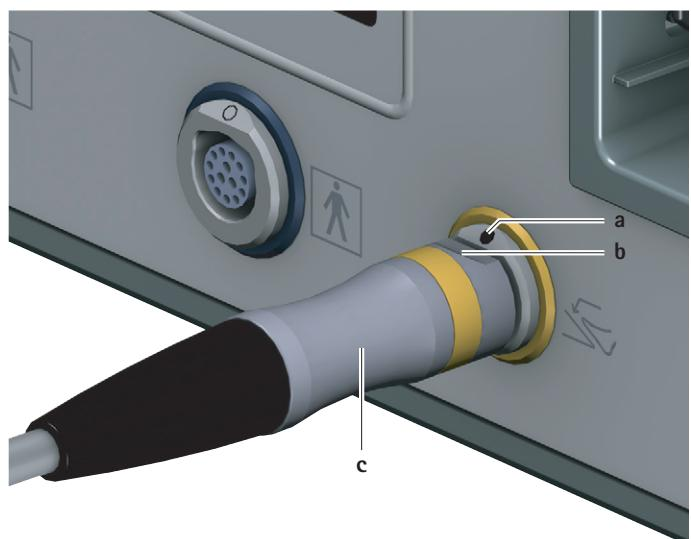

Fig. 2 Tænding af fodbetjening
- Vend stikket på fodbetjeningen c således, at markeringen b på stikket stemmer overens med markeringen a på tilslutningen til fodbetjeningen 6, se Fig. 2.
- Træk stikket på fodbetjeningen c ud af tilslutningen til fodbetjeningen 6, se Fig. 2.